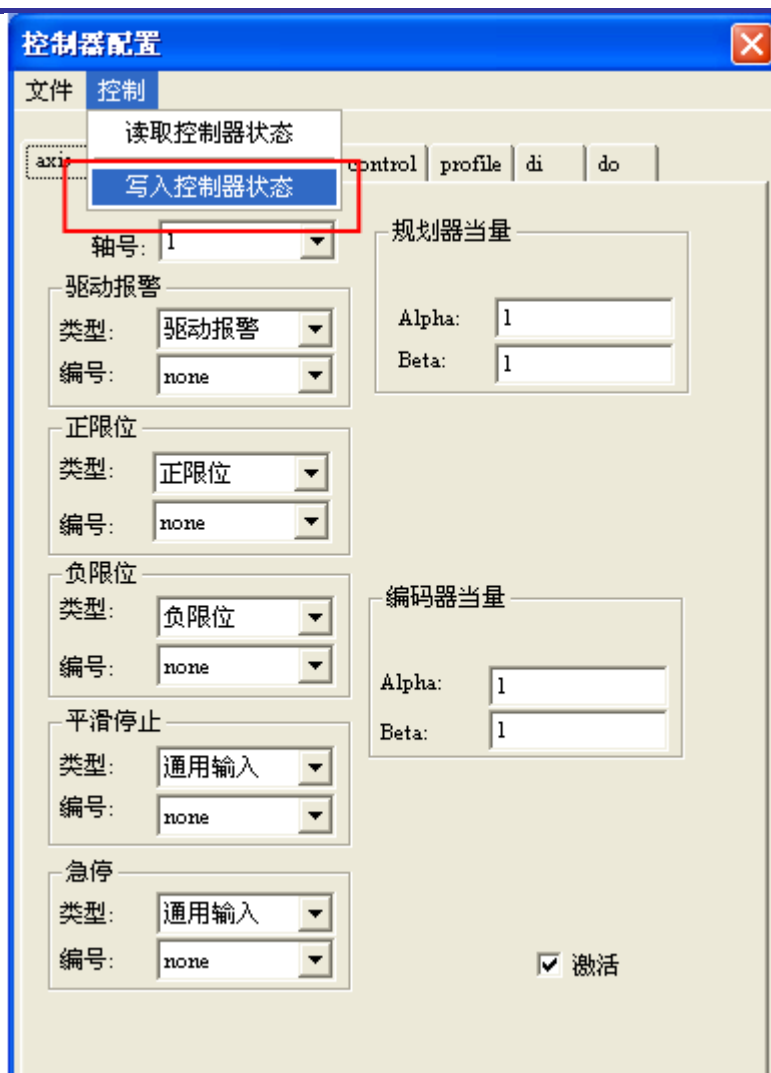

图 4-8 写入控制器状态
(5) 最后，将设置的参数写入控制器，如图 4-8 所示：
- a) 控制器存在伺服报警,此时请按图 4-6 重新进行设置并按图 4-8 写入到控制器中。